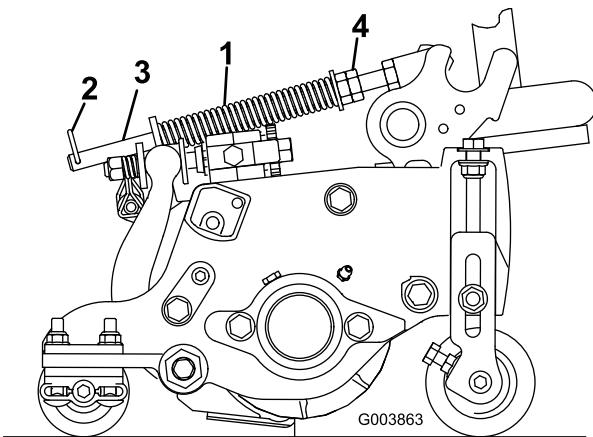

Bild 21
1. Stellen Sie sicher, dass der Lastösenbolzen in das hintere Loch in der Federstange eingesetzt ist (Bild 21).
2. Ziehen Sie die Sechskantmuttern vorne an der Federstange an, bis die komprimierte Länge der Feder 15,9 cm beträgt (Bild 21).